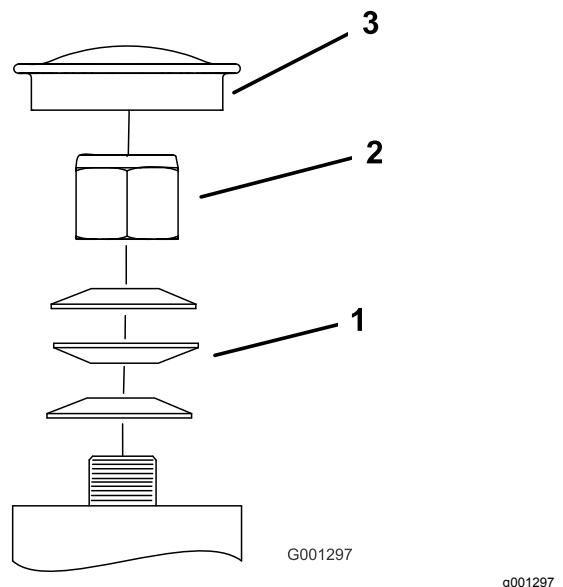

Figura 68
3. Retire el tapón guardapolvo de la rueda giratoria y apriete la contratuerca (Figura 68).
4. Apriete la contratuerca hasta que las arandelas de muelle estén planas, luego afloje $\frac{1}{4}$ de vuelta para establecer la pre-carga correcta de los cojinetes (Figura 68).
Importante: Asegúrese de que las arandelas de muelle están correctamente instaladas, según se muestra en Figura 68.
5. Coloque el tapón anti-polvo (Figura 68).